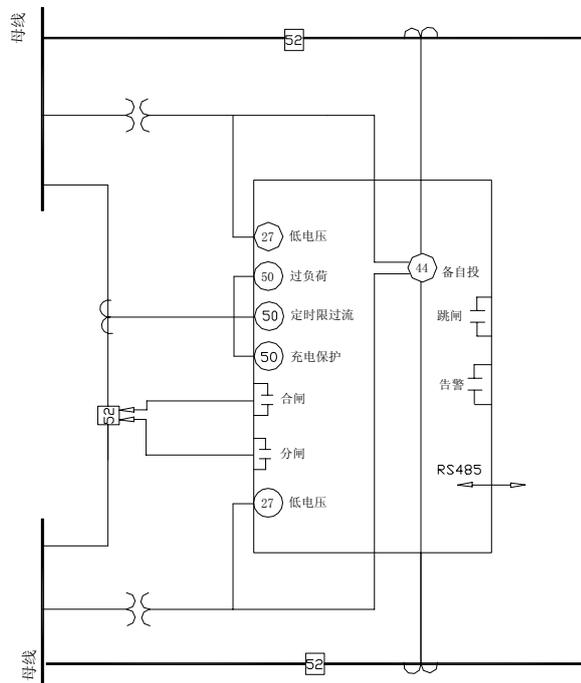

图4: NZB6514DC/ NZB6514AC功能配置图
**1.3.4 Nzb6514DC/ Nzb6514AC微机母联备自投保护装置，功能配置见图4**